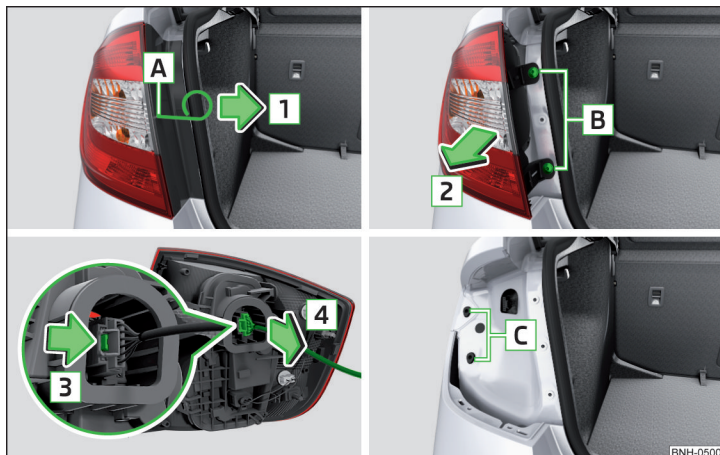
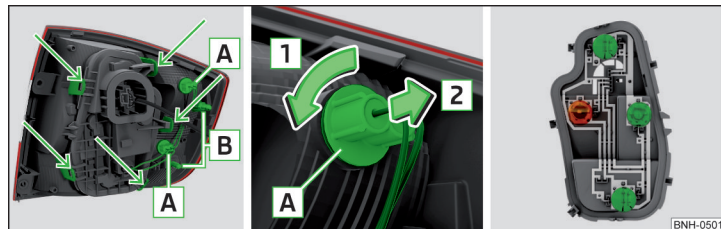

Fig. 191 Demontarea lămpii/scoaterea conectorului
Fig. 192 Partea exterioară a lămpii/parte interioră a lămpii
- Introduceți brida pentru extragerea capacelor integrale de roată în degajarea **A** » fig. 191.
- Introduceți lampa cu ciocurile **B** » fig. 192 la pagina 161 pe suportii **C** » fig. 191 din caroserie.
- Rotiți soclul, împreună cu becul cu incandescență **A** » fig. 192 în sensul săgeții **1**.
- Deblocați soclul becului în zonele marcate cu săgeți » fig. 192 și scoateți-l din lampă.